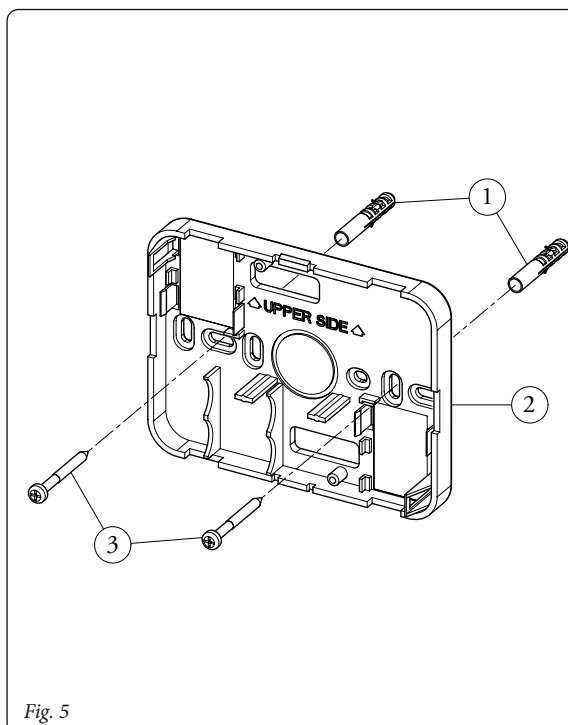
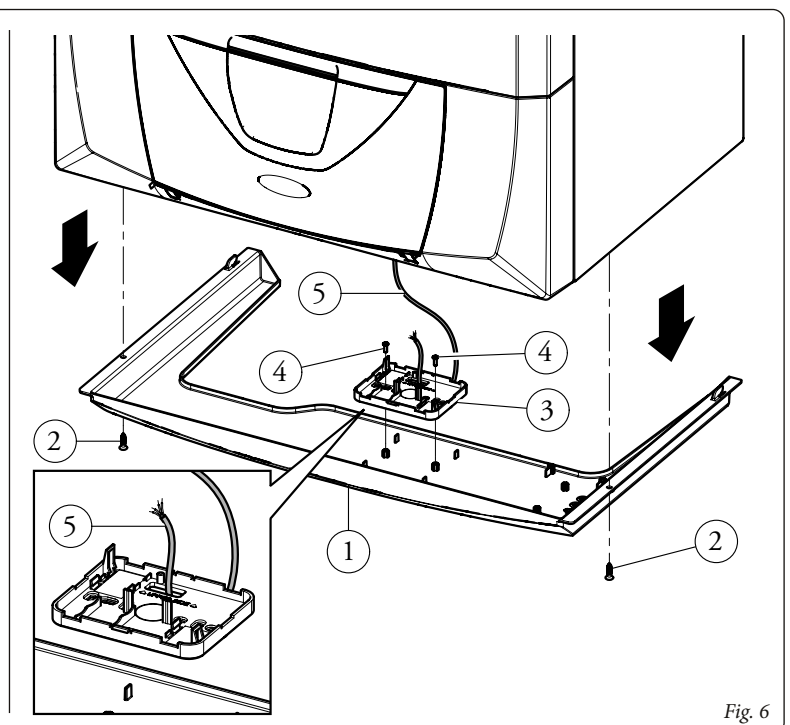

Fig. 5
Fig. 6
- 2) Installare il supporto del concentratore (2) fissandolo alla parete tramite i tasselli ad espansione (1) e le viti in dotazione (3) (Fig. 5). Il supporto può essere fissato anche all'interno della caldaia procedendo come descritto di seguito (Fig. 6):
N.B.: prima di fissare il supporto, è opportuno prevedere il passaggio del cavo di collegamento elettrico (5) all'interno delle feritoie.
- 2) Install the concentrator support (2) fixing it to the wall using the expansion anchors (1) and the supplied screws (3) (Fig. 5). The support can also be fixed inside the boiler by proceeding as (Fig. 6) follows:
- remove the grid (1) unscrewing the screws (2) and fix the support (3) with the two screws (4) supplied as indicated in figure 6.
N.B.: before fixing the support, it is advisable to provide for the passage of the electrical connection cable (5) inside the slots.